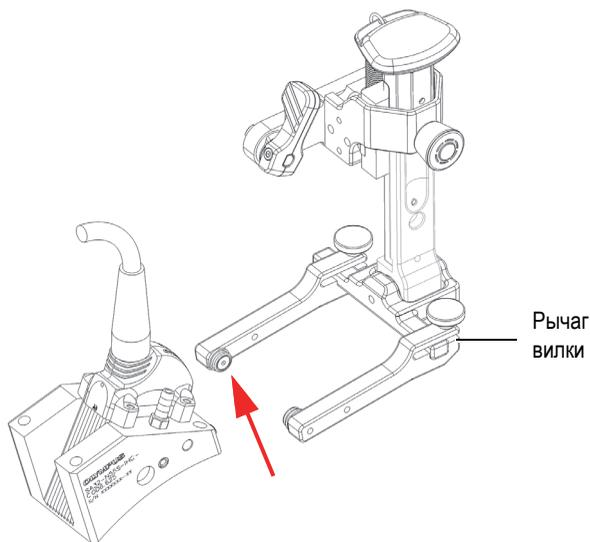

Рис. 2-19 Выравнивание отверстия призмы со штифтом рычага вилки
3. Чтобы заново установить ПЭП/призму, совместите позиционирующие отверстия призмы со штифтом рычага вилки, который не выдвигается (Рис. 2-19 на стр. 60).